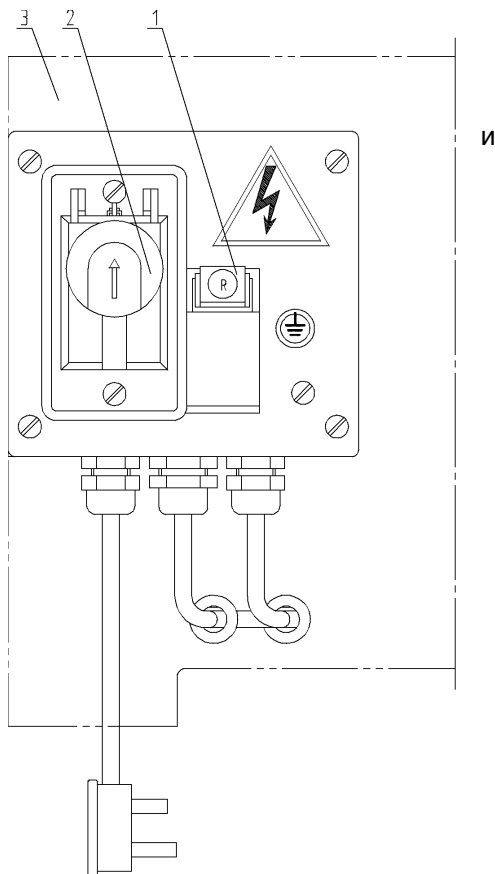

Рис.14
- Кнопка 1 должна быть установлена в нужное положение. При внезапных неполадках или несчастном случае нажмите кнопку 2 (Рис.14).
Внимание: Кнопка 1 должна находиться в позиции R (Рис.14). Надежно закрепите рабочую деталь при производстве угловой резки (Рис.5).
- Переключатель 1 поставьте в положение R (Рис.14). Направление подачи – то же, что и при строгании под давлением. Глубина фрезерования составит около 3 мм. Максимальная глубина не может превышать 5 мм.
- При неполадках нажмите кнопку 2 (Рис.14).
- При неполадках нажимайте кнопку 2 (Рис.14).